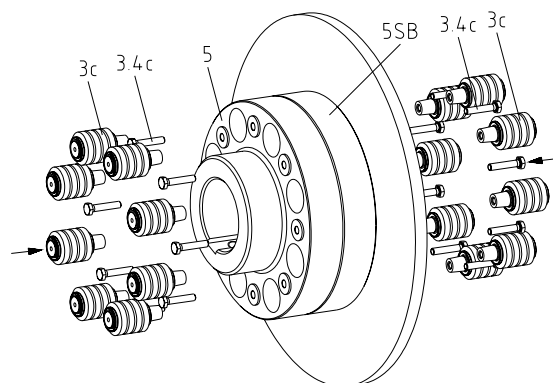

figura 16
- Inserte los pasadores (componente 3c) en los agujeros más grandes del manguon parte 5 o manguon FN parte 5SB, respectivamente (ver figura 16).
- Atornille los pasadores a los tornillos de cabeza hexagonal (componente 3.4c) y apriételos según los pares de apriete especificados en la tabla 6 con una llave dinamométrica (ver figura 16).